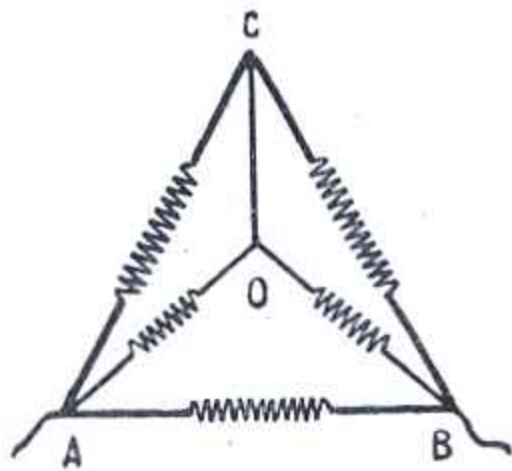

Рис. 3.
6. Найдите сопротивление участка AB , если сопротивление каждого из проводов, изображенных на рис. 3, равно одному ому?